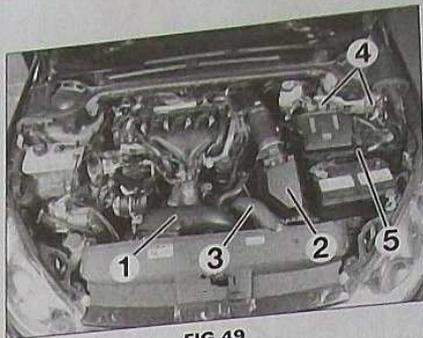

FIG. 49
- le collecteur d'entrée d'air (1) (Fig.49).
- la boîte à air avec le débitmètre (2).
- la durit d'air de sortie d'échangeur (3).
- les connecteurs (4).
- le support (5).